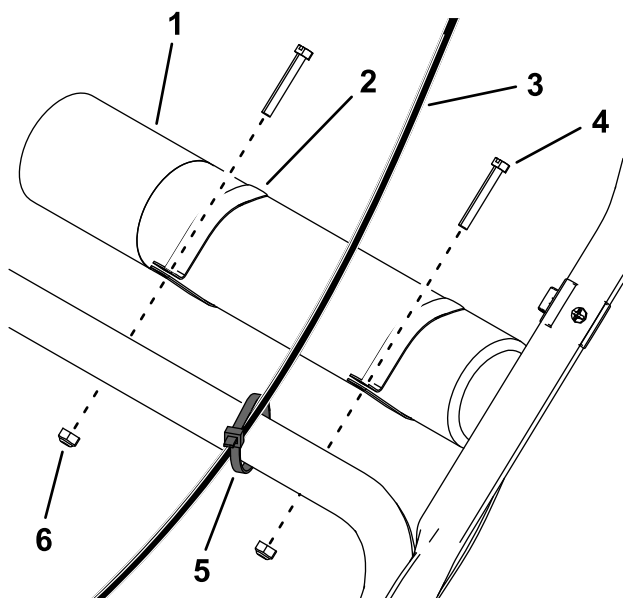

Figure 5
2. Fixez le câble d'accélérateur au-dessus de la partie inférieure du guidon à l'aide d'un serre-câble (Figure 5).
- Faites glisser les colliers de fixation sur le tube du *Manuel de l'utilisateur* et fixez ce dernier sur le dessus de la partie inférieure du guidon à l'aide de 2 boulons à tête fendue et 2 contre-écrous (Figure 5).